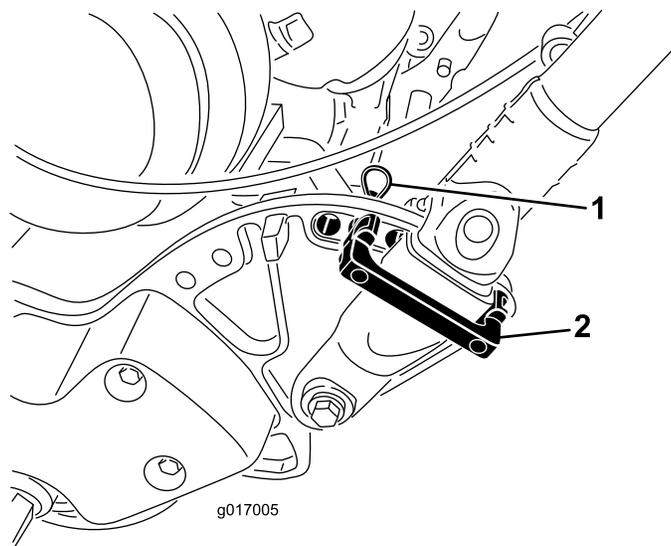

Рисунок 8
1. Поддерживая рукоятку, снимите кабельные хомуты, которые крепят зажимы рукоятки к боковым пластинам (Рисунок 8).
2. Поверните рукоятку в нужное рабочее положение, вставьте фиксатор рукоятки поверх зажима рукоятки и в соответствующие отверстия в боковой пластине (Рисунок 8).
3. Закрепите зажим на штатном месте с помощью игольчатого шплинта (Рисунок 8).